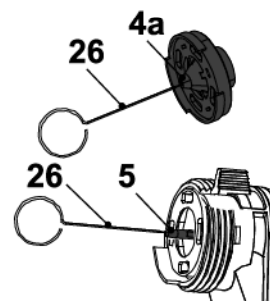

Fig. 20
- > Limpie cuidadosamente todas las piezas desmontadas con un producto de limpieza. Utilice la aguja de limpieza (26) para eliminar los restos de pintura del orificio de la boquilla de pulverización (4a) y de la aguja de la boquilla (5) (Fig. 20). Tenga mucho cuidado de no dañar la aguja de la boquilla y el orificio de la boquilla de pulverización.
- Reemplace las piezas de repuesto si es necesario, como la válvula de retención (27), el anillo de sellado (28) y la almohadilla de sellado (29).
- Para almacenar el producto, coloque el contenedor de pintura (23) a la pistola.